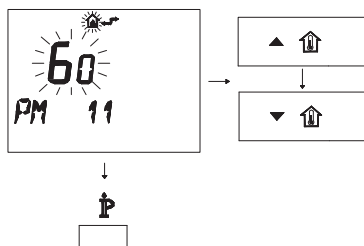

Figura 5.58
- Per modificare il SET programmato agire sui pulsanti ▲ ⏮ o ▼ ⏮ e aspettare che il numero programmato cominci a lampeggiare (Figura 5.58). Ogni passo incrementato o decrementato corrisponde a 1 secondi.